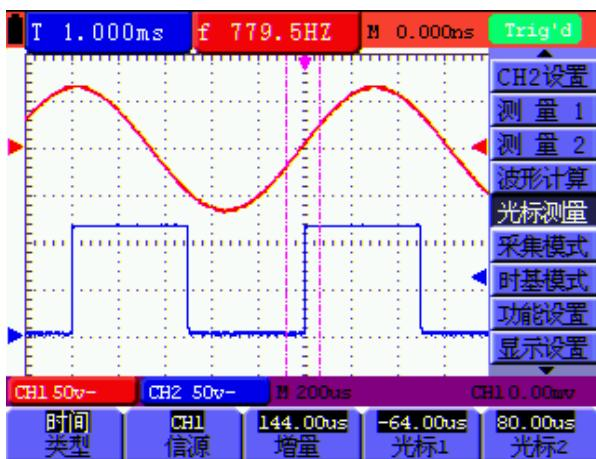

图 54: 光标时间测量
6. 这时，调整 **OPTION ▲**或**OPTION ▼**，可看到虚线 **T1** 左右移动，同时屏幕会显示出 **T1**相对于 **屏幕中点位置** 的时间值，调整 **OPTION ◀**或**OPTION ▶**，可看到虚线 **T2** 左右移动，同时屏幕会显示出 **T2** 相对于 **屏幕中点位置** 的时间值。见图 54: